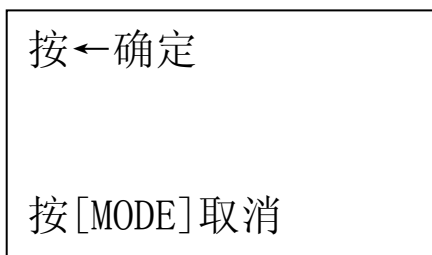

图 35
e. 按 ← 键进入确认界面，此刻按 ← 键确认删除当前文件，按 **MODE** 键返回菜单状态。如图 35
g. 按←键进入图 35 确认界面，此刻按←键确认删除所有数据，按 **MODE** 键返回菜单状态。按 **MODE** 键返回。
- 用↑或↓键移动光标至恢复默认设置，按←键将进入图 35 确认界面，此刻按←键确认恢复默认设置，按 **MODE** 键返回菜单状态。